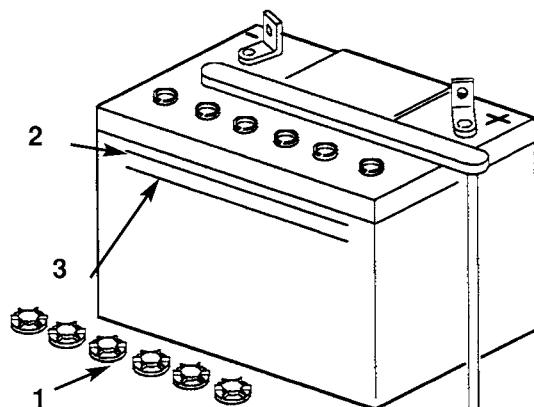

Bild 22
- Die Seite der Batterie betrachten. Der Säurestand muß die obere Linie erreichen (Bild 22). Den Säurestand nicht unter die untere Linie fallen lassen (Bild 22).
- Die Zellendeckel abschrauben (Bild 22).
Batteriegehäuse erreicht (Bild 22).